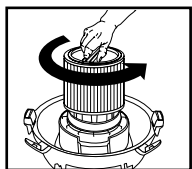

FIGURE 17
23. Pour enlever le filtre afin de le nettoyer, maintenez à nouveau le couvercle du réservoir et tournez le porte-filtre dans le sens antihoraire pour le desserrer et l'enlever. **FIGURE 17.**